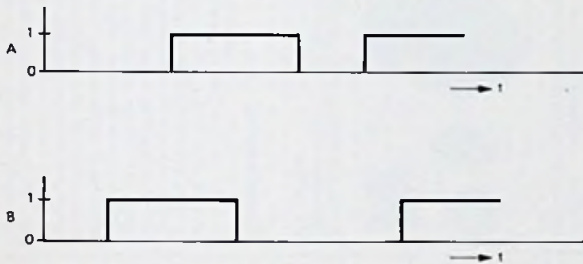

Fig. 20.
8. In fig. 19 is een schakeling weergegeven met drie NAND-poorten. Fig. 20 geeft de tijd-voorgordediagrammen van de ingangsignalen A en B. Teken het tijd-voorgordediagram van het uitgangssignaal Q.